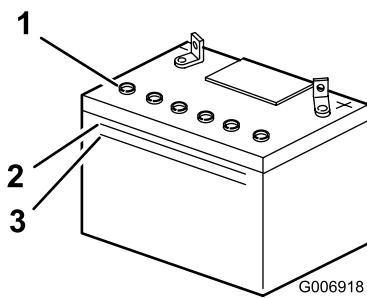

Figura 25
2. Guardate il fianco della batteria. L'elettrolito deve raggiungere la linea superiore (Figura 25).
Nota: Non lasciate scendere l'elettrolito sotto la linea inferiore (Figura 25).
3. Togliete i tappi di spurgo dalla batteria (Figura 25).
4. Aggiungete lentamente acqua distillata in ogni elemento della batteria finché l'elettrolito non raggiunge la linea superiore (Figura 25) sulla cassetta della batteria.
5. Attendete cinque o dieci minuti dopo avere riempito gli elementi della batteria. All'occorrenza, aggiungete dell'acqua distillata finché l'elettrolito non raggiunge la linea superiore (Figura 25) sulla cassetta della batteria.